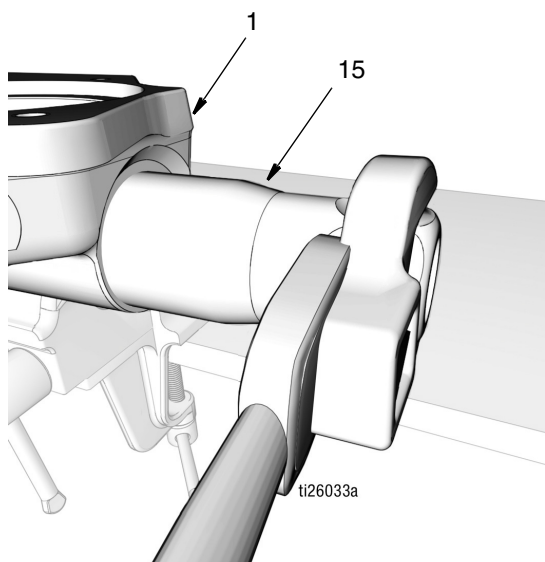

FIG. 47
- c. Visser le clapet anti-retour de sortie (15) dans la base de la pompe (1) (FIG. 47). Bien serrer. Puis serrer à un couple de 67,8 à 74,5 N•m (50 à 55 po-lb).